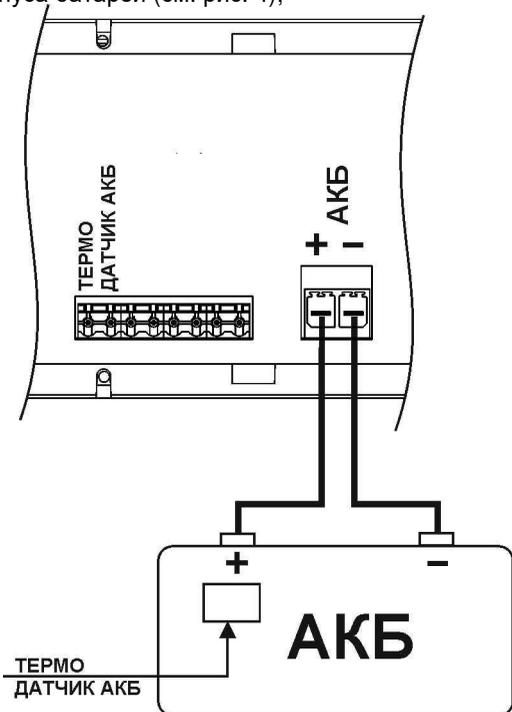

Рисунок 4 – Подключение АКБ и термодатчика АКБ.
- подключите к изделию, соблюдая полярность, кабель для подключения внешней АКБ (см. рис. 4) (входит в комплект поставки);
- при необходимости термокомпенсации напряжения заряда АКБ подключите термодатчик к контактам колодки «Термодатчик АКБ». Чувствительный элемент термодатчика закрепите на корпусе внешней АКБ в непосредственной близости от клеммы «+» с помощью липкой ленты. Для корректной работы термодатчика необходимо обеспечить плотное прилегание чувствительного элемента датчика к поверхности корпуса батареи (см. рис. 4);